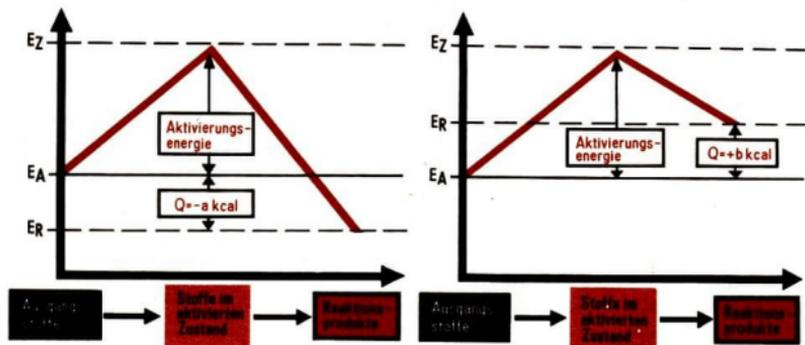

Abb. 46 Änderung des Energieinhalts bei chemischen Reaktionen
Der Energieinhalt der Reaktionsprodukte ist immer niedriger als der Energieinhalt der Stoffe im aktivierten Zustand (Abb. 46).
- ⑤ Erläutern Sie mit Hilfe der Abbildung 46 das Zustandekommen der Beträge für die Reaktionswärmen bei exothermen Reaktionen ($Q = -a \text{ kcal}$) und bei endothermen Reaktionen ($Q = +b \text{ kcal}$)!
- ⑥ Erklären Sie den Unterschied zwischen Aktivierungsenergie und Reaktionswärme!